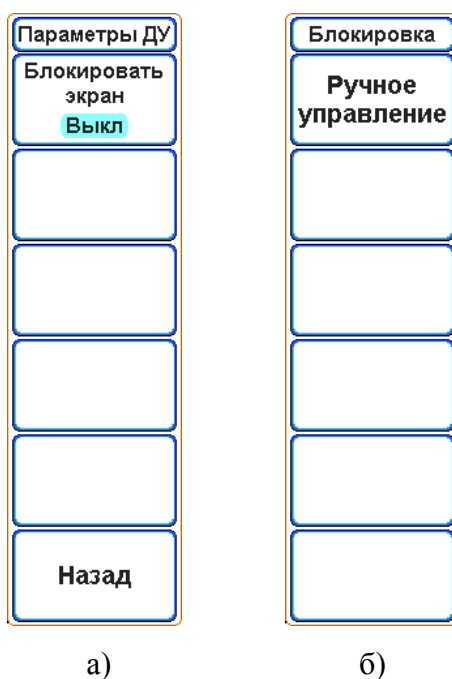

Рисунок 6.35 – Экранное меню а) «Параметры ДУ» и б) «Блокировка»
- нажать экранную кнопку «Параметры ДУ», чтобы перейти в подменю «Параметры ДУ» (рисунок 6.35);
- «Вкл» - блокируется ввод от всех кнопок (кроме кнопки "ВКЛ/ЖД.РЕЖ") и на экран осциллографа выводится предупреждающее сообщение. Чтобы снять блокировку управления, необходимо нажать на экранную кнопку «Ручное управление» (Рисунок 6.35, б);